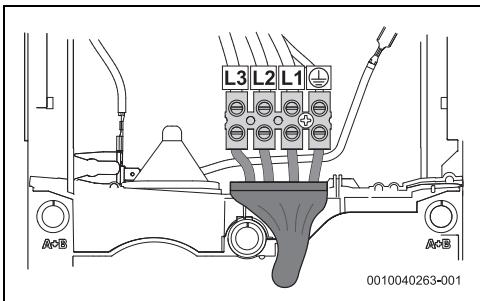

Rys. 35 Podłączenie od góry
- Podłączenie od góry (rys. 35)